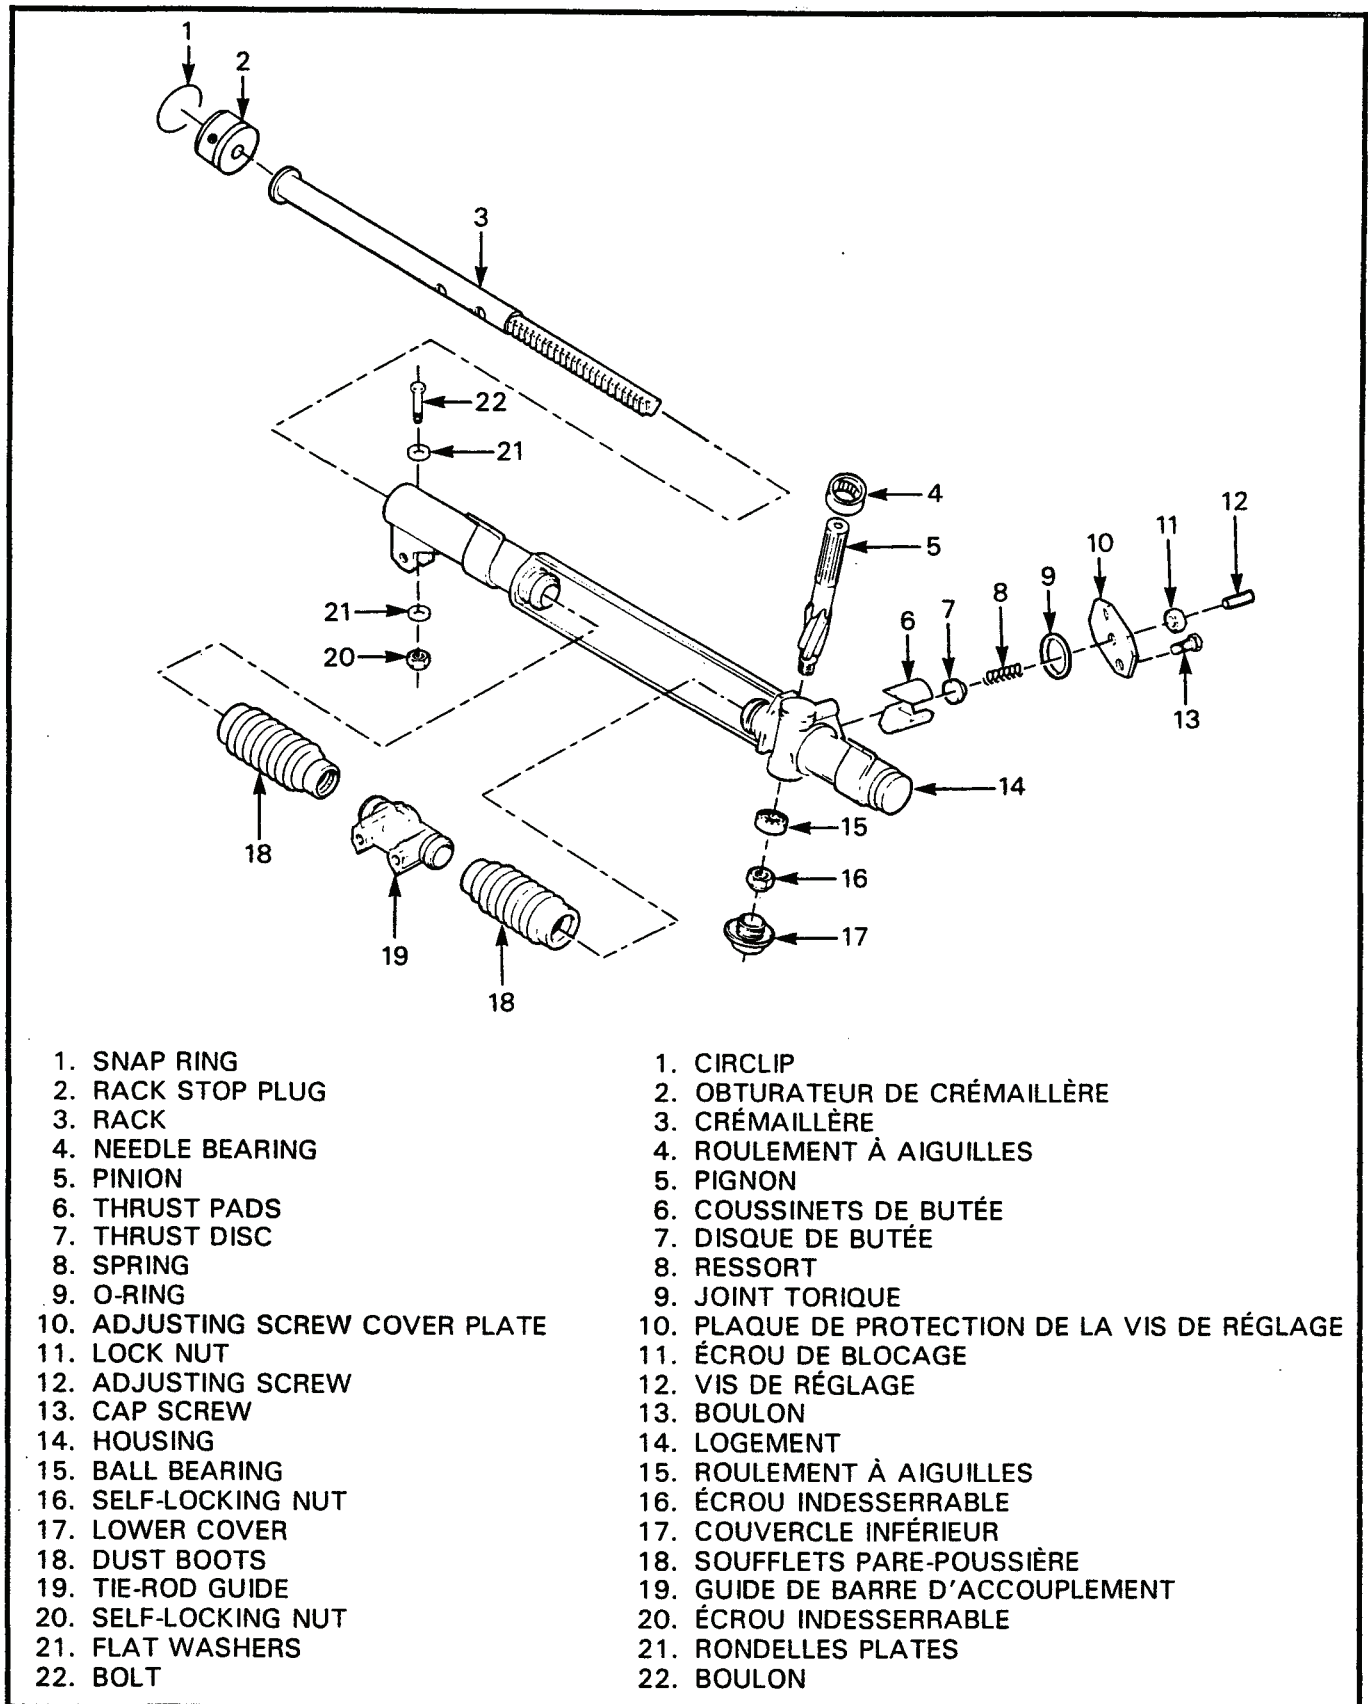
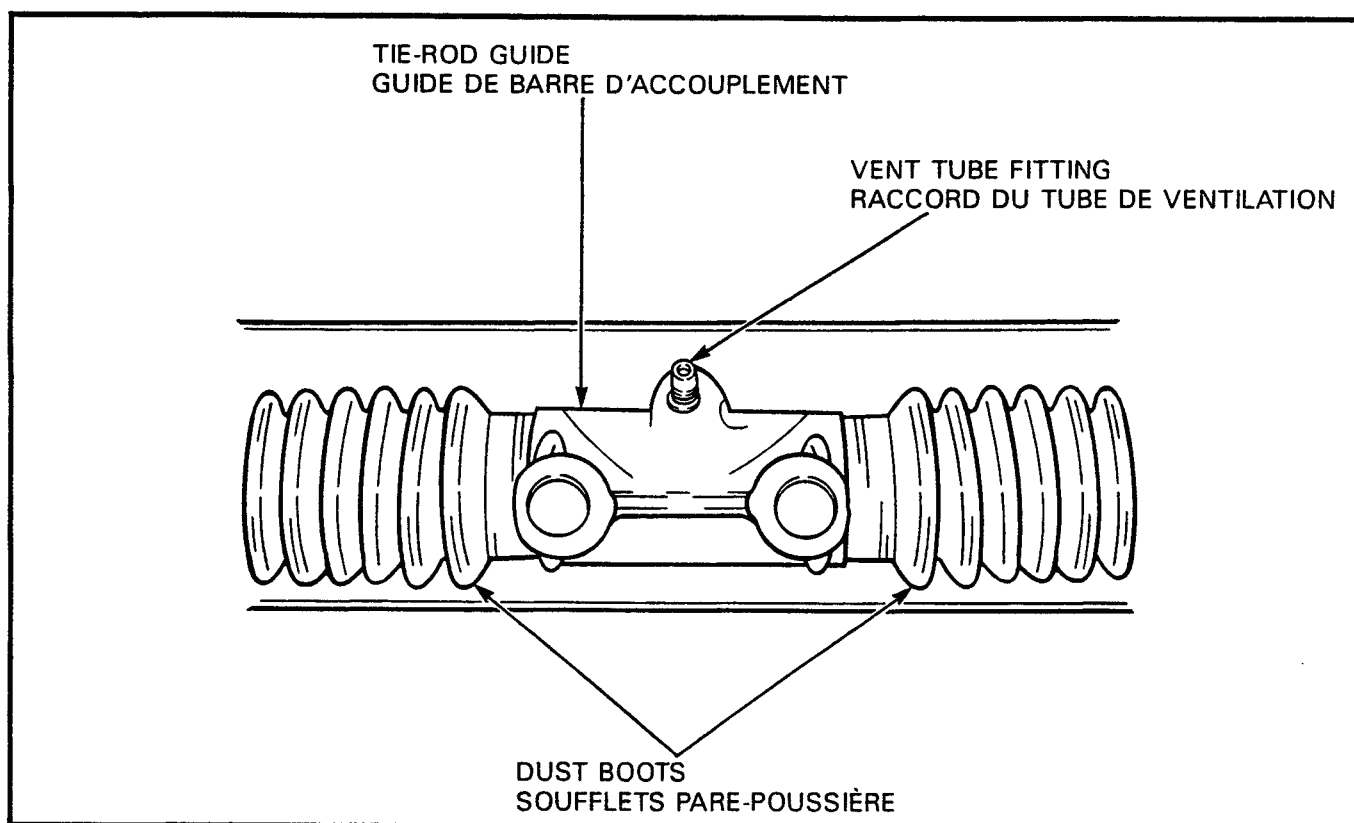

Figure 4-1-8 Steering Rack Assembly
Figure 4-1-9 Installation of Dust Boots and Tie-Rod Guide
26. **Removal** — Replace the steering rack dust boots if torn or leaking grease. To remove, see Figure 4-1-8 and proceed as follows:
26. **Dépose** — Remplacer les soufflets pare-poussière de la crémaillère s'ils sont déchirés ou s'ils présentent des fuites de graisse. Pour enlever les soufflets, voir figure 4-1-8, et procéder comme suit:
c. Remove the two cap screws (13) from the adjusting screw cover plate (10). The cover plate is under spring tension. d. Loosen the lock nut (11) and remove the adjusting screw (12), cover plate, spring (8), two thrust pads (6), thrust disc (7) and "O" ring (9) from the housing (14). e. Remove the self-locking nut (20), bolt (22) and flat washers (21) at the rack stop plug (2). f. Turn the pinion (5) to move the rack (3) away from the rack stop plug. g. Tap the stop plug into the housing and remove the snap ring (1). h. Turn the pinion to move the rack and push the plug to the end of the housing and remove the plug. j. Inspect the rubber bumper on the plug and replace if damaged. k. Disconnect the outer ends of both dust boots (18) from the housing. m. Remove the rack from the housing and remove both boots and the tie-rod guide (19). n. Remove the boots from the guide. p. Ensure the rack is clean and coat with Molykote grease. q. Ensure the pinion turns freely. Replace the rack assembly if there are signs of bearing failure or wear to the pinion shaft.	c. Enlever les deux boulons (13) de la plaque de protection de la vis de réglage (10). Cette plaque de protection est munie d'un ressort. d. Desserrer l'écrou de blocage (11) et enlever la vis de réglage (12), la plaque de protection, le ressort (8), deux coussinets de butée (6), le disque de butée (7) et le joint torique (9) du logement (14). e. Enlever l'écrou indesserrable (20), le boulon (22) et les rondelles plates (21) de l'obturateur de la crémaillère (2). f. Tourner le pignon (5) pour éloigner la crémaillère (3) de l'obturateur. g. Enfoncer l'obturateur dans le logement, et enlever le circlip (1). h. Tourner le pignon pour déplacer la crémaillère, et pousser l'obturateur à l'extrémité du logement, et enlever celui-ci. j. Examiner la butée de caoutchouc de l'obturateur, et la remplacer si elle est endommagée. k. Débrancher les extrémités extérieures des soufflets pare-poussière (18) du logement. m. Enlever la crémaillère du logement et les deux soufflets ainsi que le guide de la barre d'accouplement (19). n. Enlever les soufflets du guide. p. S'assurer que la crémaillère est propre, et l'enduire de graisse Molykote. q. S'assurer que le pignon tourne librement. Remplacer la crémaillère s'il y a un signe de défectuosité d'un roulement ou usure de l'arbre du pignon.
27. **Installation** — To install, see Figure 4-1-8 and proceed as follows:
- a. Partially slide the rack (3) into the housing (14), ensuring the teeth of the rack face up.
27. **Installation** — Pour installer les soufflets, voir figure 4-1-8, et procéder comme suit:
- a. Glisser partiellement la crémaillère (3) dans le logement (14) en s'assurant de placer les dents de la crémaillère vers le haut.
b. Install the boots (18) on the guide (19), ensuring the boots are seated in the groove at each end of the guide. c. Ensure the pinion (5) is greased with Molykote grease. d. Install the boots and tie-rod guide in the housing, ensuring the vent tube of the tie-rod guide faces up, see Figure 4-1-9. e. Install the boot that is farthest from the pinion into the groove in the housing and slide the rack through the boot and guide. f. Install the remaining boot in the groove in the housing and slide the rack in as far as it will go.	b. Installer les soufflets (18) sur le guide (19) en s'assurant de placer ceux-ci dans la rainure à chaque extrémité du guide. c. S'assurer d'avoir enduit le pignon (5) de graisse Molykote. d. Installer les soufflets et le guide de barre d'accouplement dans le logement en s'assurant de placer le tube de ventilation du guide de barre d'accouplement vers le haut. Voir figure 4-1-9. e. Installer le soufflet le plus éloigné du pignon dans la rainure du logement, et glisser la crémaillère dans le soufflet et le guide. f. Placer l'autre soufflet dans la rainure du logement, et glisser la crémaillère le plus loin possible.